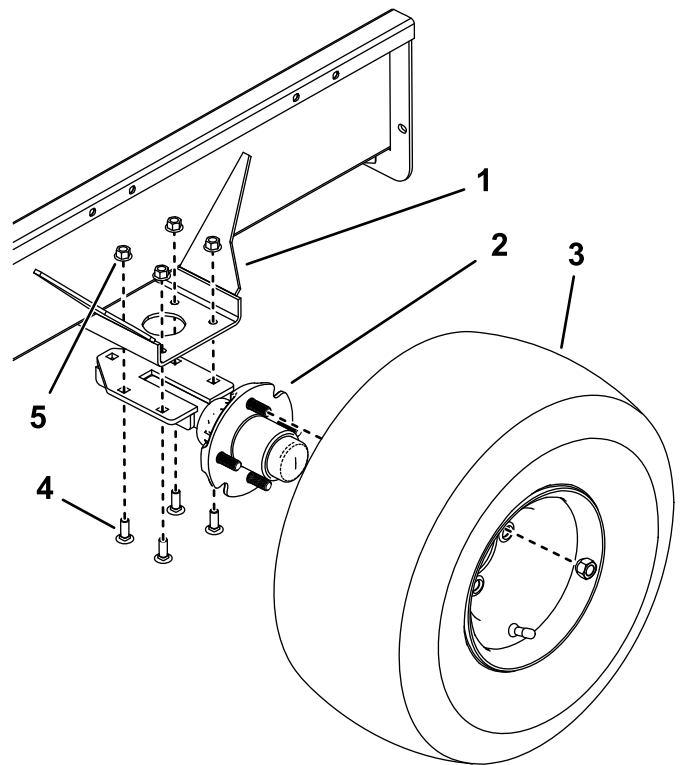

Figure 2
- Avec les 4 boulons de carrosserie et les 4 contre-écrous, montez un essieu sur le côté inférieur des supports de montage, de chaque côté du plateau de la remorque. Positionnez l'essieu, les boulons de carrosserie et les écrous comme montré à la Figure 2.
- Montez une roue sur chaque moyeu d'essieu à l'aide de 4 écrous de roue (Figure 2). Serrez les écrous à 108,47 N·m. Gonflez les pneus à 0,34 bar.